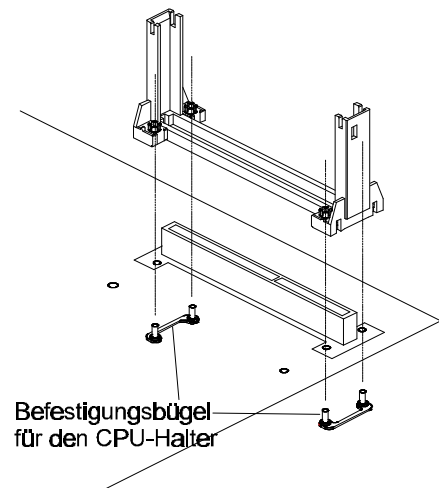

Bild 2-9
2. Die beiden Befestigungsbügel werden von der Unterseite des Mainboards durch die Befestigungslöcher gesteckt, wie in Bild 2-9 gezeigt ist.
3. Dann den CPU-Ständer der Halterungsvorrichtung so auf das Mainboard setzen, daß damit der Slot 1 eingerahmt wird. Die im Bild gezeigte Markierung des Ständers muß zu Pin 1 des CPU-Sockels zeigen. (siehe Bild 2-9)